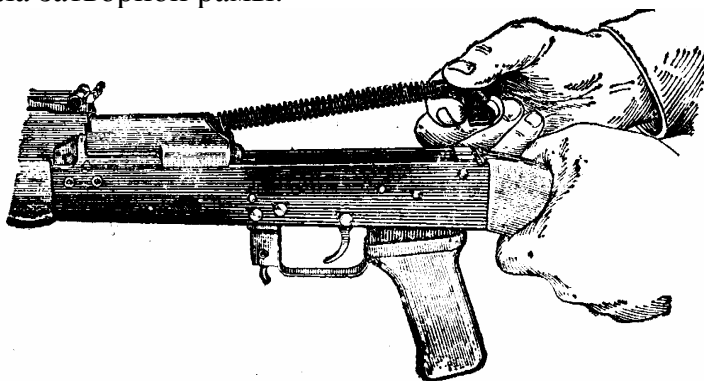

Рис.18 Отделение возвратного механизма.
6. Отделить возвратный механизм. Удерживая автомат левой рукой за шейку приклада, правой подать вперед направляющий стержень возвратного механизма до выхода его пятки из продольного паза ствольной коробки; приподнять задний конец направляющего стержня (рис.18) и извлечь возвратный механизм из канала затворной рамы.